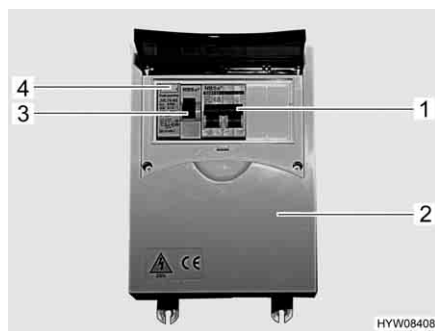

Fig. 53 Scatola dei fusibili a 230 V con interruttore di sicurezza e interruttore automatico FI
Un interruttore di sicurezza per correnti di guasto (interruttore automatico FI) (Fig. 53,3) nella scatola dei fusibili (Fig. 53,2) protegge l'intero veicolo da correnti di guasto (0,03 A).
L'interruttore di sicurezza collegato in serie (10 A) (Fig. 53,1) protegge le prese da 230 V, il frigorifero e la centralina elettrica.
- Se il veicolo è collegato all'alimentazione a 230 V, premere il tasto di controllo (Fig. 53,4). L'interruttore di sicurezza per correnti di guasto (FI) deve scattare.